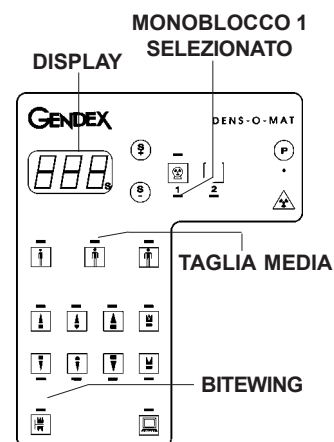

Figura 1
- 2) Accendere il Timer Densomat premendo l'interruttore acceso/spento; controllare che si illuminino i LED specificati in figura 1.